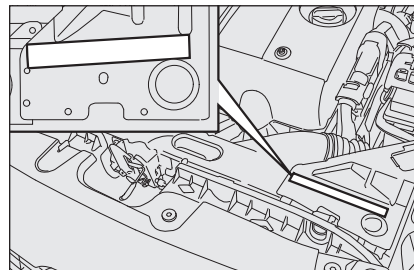

fig. 106
*Avant d'ouvrir le capot du moteur, il faut s'assurer que le moteur du véhicule est coupé et que la clé de contact est en position STOP. Respecter les indications figurant sur la plaquette appliquée au niveau de la traverse avant (fig. 106). Il est conseillé d'extraire la clé de contact lorsque d'autres personnes sont présentes dans le véhicule. Quitter le véhicule uniquement après avoir extrait la clé de contact ou l'avoir positionné sur STOP. Pendant le ravitaillement en carburant, vérifier que le moteur est coupé avec la clé de contact en position STOP.*